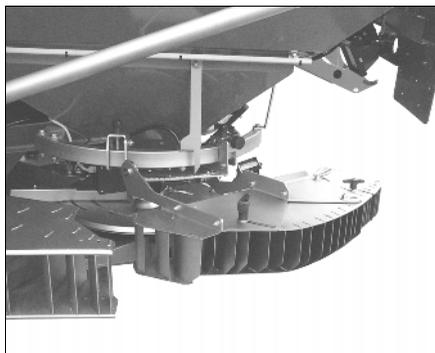

Fig. 45
- Para el uso rebatir la pantalla de esparcido de límite hidráulicamente hacia abajo a la posición de operación (Fig. 45).